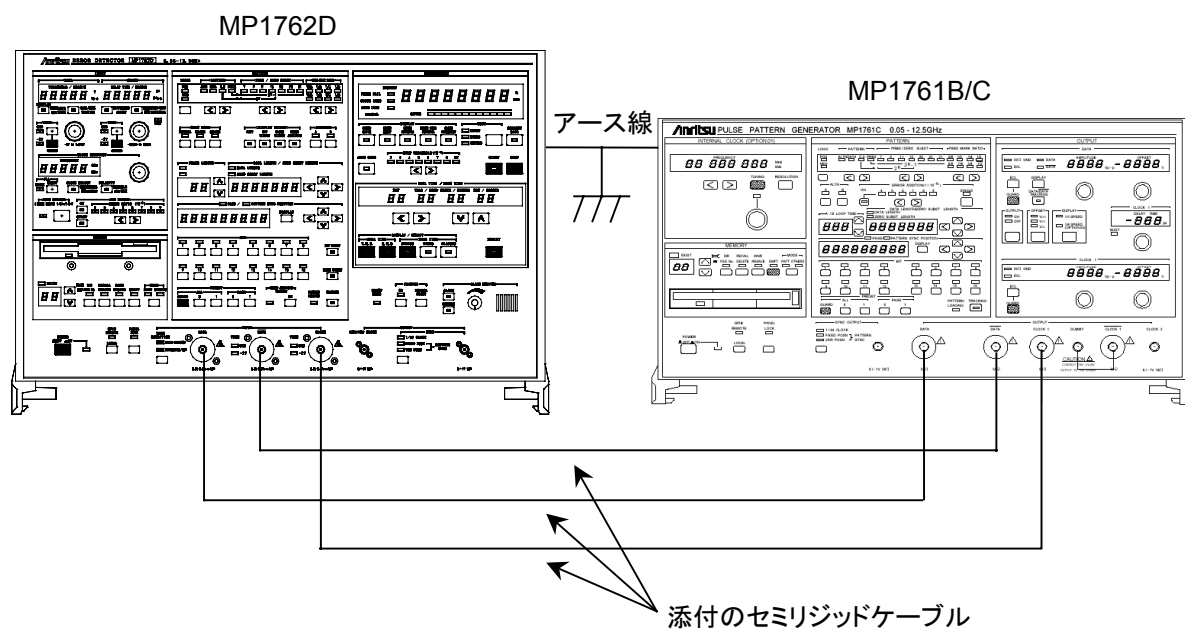

図 7.3.1-1 MP1761B/C と MP1762D の接続
(3) 手順
- ① 図 7.3.1-1 のように接続します。
- ② MP1761B/C および MP1762D とともに LOCAL キーを押しながら POWER スイッチを ON し、イニシャライズの状態にします。MP1761B/C の OUTPUT を ON にし、MP1762D の AUTO SYNC および START キーを押します。
- ③ MP1761B/C の FREQUENCY 値を周波数設定ノブで任意に設定します。
- ④ MP1762D の AUTO SEARCH キーを押します。このとき、MP1762D の表示部の ERRORS ランプが点灯しないことを確認します。
- ⑤ ③, ④の手順をくり返したとき、MP1762D が正常に動作することを確認します。
- ⑥ クロック選択キーを“RECOVERY”に設定します。
- ⑦ MP1761B/C の FREQUENCY 値と MP1762D の CLOCK RECOVERY FREQUENCY 値を周波数設定ノブでクロック再生規格範囲内の同じ値に設定します。
- ⑧ MP1762D の AUTO SEARCH キーを押します。このとき、MP1762D の表示部の ERRORS ランプが点灯しないことを確認します。
- ⑨ ⑦, ⑧の手順をくり返したとき、MP1762D が正常に動作することを確認します。
(2) 接続
接続方法は 7.3.1 (2) と同様で、図 7.3.1-1 に示します。
- ② MP1761B/C および MP1762D とともに LOCAL キーを押しながら POWER スイッチを ON し、イニシャライズの状態にします。MP1761B/C の OUTPUT を ON にし、MP1762D の AUTO SYNC および START キーを ON にします。
- ③ 下記を実効したとき ERRORS ランプが点灯しないことを確認します。ただし、入力クロックと入力データの位相は DELAY TIME 値の設定ノブで最適にします。
接続方法は 7.3.1 (2)と同様で、図 7.3.1-1 に示します。
- ② MP1761B/C および MP1762D とも LOCAL キーを押しながら POWER スイッチを ON し、イニシャライズの状態にします。MP1761B/C の OUTPUT を ON にし、MP1762D の AUTO SYNC および START キーを ON にします。
- ③ 下記を実効したとき ERRORS ランプが点灯しないことを確認します。ただし、入力クロックと入力データの位相は DELAY TIME 設定ノブで最適にします。
- ③ MP1762D の AUTO SEARCH キーを押します。
- ④ MP1761B/C と MP1762D のパターンモードをプログラマブルデータパターンにして下記の設定をします。このとき、ERRORS ランプが点灯しないことを確認します。
- ② MP1761B/C および MP1762D とも LOCAL キーを押しながら POWER スイッチを ON し、イニシャライズの状態にします。MP1761B/C の OUTPUT を ON にし、周波数を 10 GHz に設定します。
- ③ MP1762D の AUTO SYNC を ON にし、AUTO SEARCH キーを押します。
- ④ MP1761B/C のエラー挿入機能を ON にします (エラー挿入: Single)。
- ⑤ MP1762D の測定モードを SINGLE, 測定時間を 10 秒にします。
- ⑥ MP1762D の START キーを押し、GATING ランプ点灯後に、MP1761B/C の ERROR ADDITION SINGLE キーを 1 回押します。